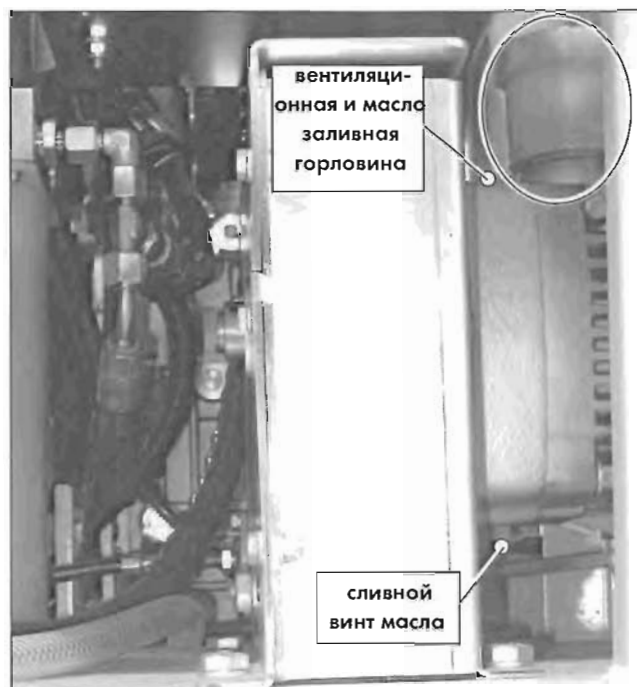

Рис. 6.12 Гидростатический редуктор подачи (справа) с расширительным бачком масла
Гидростатический редуктор подачи находится в корпусе внизу справа и становится доступным после снятия крышки пульта управления с задней крышкой фрезерной машины ( см. п. 6.6.4). Гидростатический редуктор оснащен расширительным бачком (на редукторе, Рис. 6.12) и заправлен на заводе-изготовителе соответствующим гидравлическим маслом (см. п.6.7). Этот расширительный бачок имеет отметки холодного и горячего состояния. Доливка масла в холодном состоянии должна производиться только до отметки холодного состояния (нижняя метка).
4. Отвинтите сливной винт масла под корпусом гидростатического механизма подачи и крышку с расширительного бачка (Рис. 6.12) и соберите вытекаемое масло!
5. Отвинтите заправочный и вентиляционный винт на механизме гидростатической подачи (слева рядом с расширительным бачком, Рис. 6.12)!